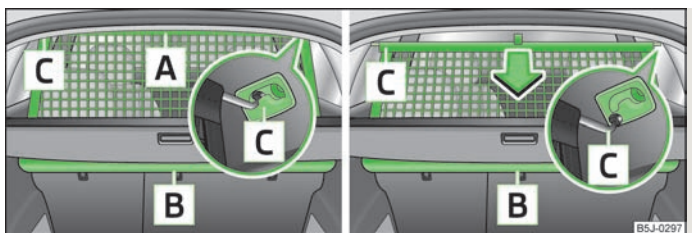
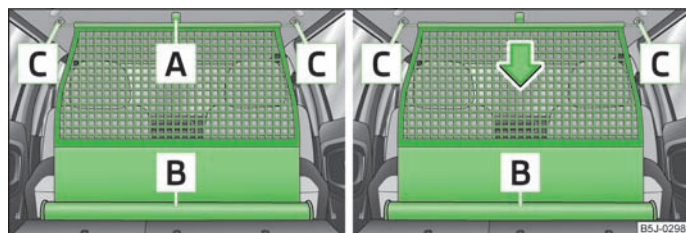

Fig. 51 Extraire/enrouler le filet de séparation
Fig. 52 Extraire/enrouler le filet de séparation
- Assurez-vous que la tige transversale soit bien enfoncée dans les logements **C** » fig. 51 ou » fig. 52 en position avant !
- Tirer le filet de séparation par la patte **A** » fig. 51 en direction des supports **C** pour le faire sortir de son boîtier **B**.
- Tirez légèrement sur la tige transversale vers l'arrière d'abord sur un côté puis sur l'autre et sortir la tige transversale des supports **C** » fig. 51.
- Tirer le filet de séparation par la patte **A** » fig. 52 en direction des supports **C** pour le faire sortir de son boîtier **B**.
- Tirez légèrement sur la tige transversale vers l'arrière d'abord sur un côté puis sur l'autre et sortir la tige transversale des supports **C** » fig. 52.